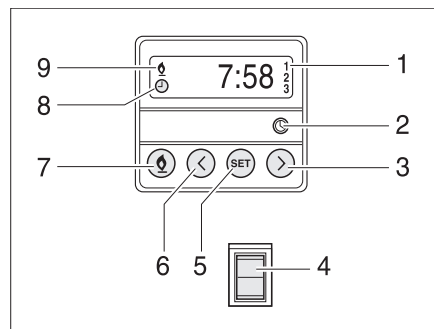

Bild 215 Bedieneinheit für Standheizung
- Taste (Bild 215,7) drücken. Der Heizbetrieb wird durch das Symbol (Bild 215,9) angezeigt. Das Gebläse wird erst bei einer Kühlwassertemperatur von 30 °C zugeschaltet.
- Taste (Bild 215,7) drücken. Das Symbol (Bild 215,9) erlischt.
- Schalter (Bild 215,4) unten drücken. Motor wird vorgewärmt. Das Gebläse wird sofort zugeschaltet.
- Schalter (Bild 215,4) oben drücken. Motor bleibt kalt.
- Taste (Bild 215,2) drücken. Die Uhrzeiteinstellung wird durch das Symbol (Bild 215,8) angezeigt.
- Mit den Tasten (Bild 215,3 und 6) die Uhrzeit einstellen.
- Taste (Bild 215,5) drücken.
- Innerhalb von 10 Sekunden mit den Tasten (Bild 215,3 und 6) die Einschaltzeit einstellen.
- Taste (Bild 215,5) so oft drücken, bis die gewünschte Programmnummer (Bild 215,1) im Display angezeigt wird.